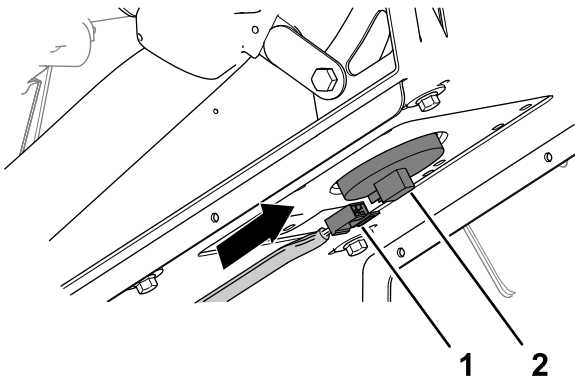

Figure 222
6. Branchez le connecteur à 2 douilles du faisceau de la machine au connecteur du contacteur du siège jusqu'à ce que le connecteur s'enclenche solidement (Figure 222).